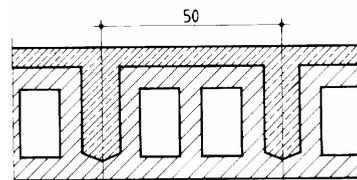

Bild 3.73 Stahlbetonrippendecke (Maße in cm)
6. Welche Gewichtskraft in kN hat die Stahlbetonrippendecke in Bild 3.73 mit Betonzwischenbauteilen ( $\rho = 2,3 \text{ kg/dm}^3$ ; 25 cm dick) und Deckenziegeln ( $\rho = 0,9 \text{ kg/dm}^3$ ), die 4,68 m lang und 3,25 m breit sind? Die Gesamtdeckendicke beträgt 31,5 cm.